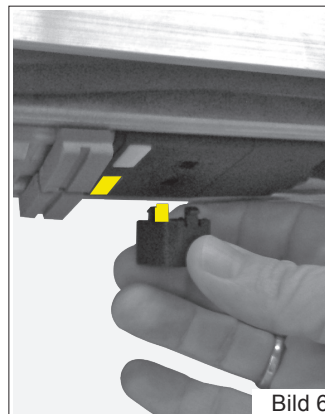

Bild 6
- 8.3.4 Sollte sich dabei der gesamte Auflaufschalter vom Motor lösen, diesen wieder richtig aufsetzen. Der orange Stift des Auflaufschalter muss auf der Seite der orangenen Taste des Motors liegen (Bild 6).